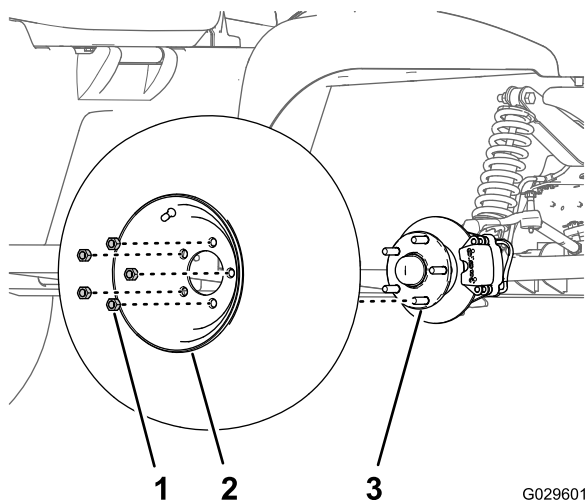

図 28
2. ホイールをハブに固定しているラグナット5個を外す 図 28。
4. ホイールをハブに取りつける。空気バルブを外側に向けて取り付けること 図 28。
5. ホイールをハブに固定し 図 28、ラグナットを 108122Nm 11.012.5kg.m = 8090ft-lb にトルク締める。